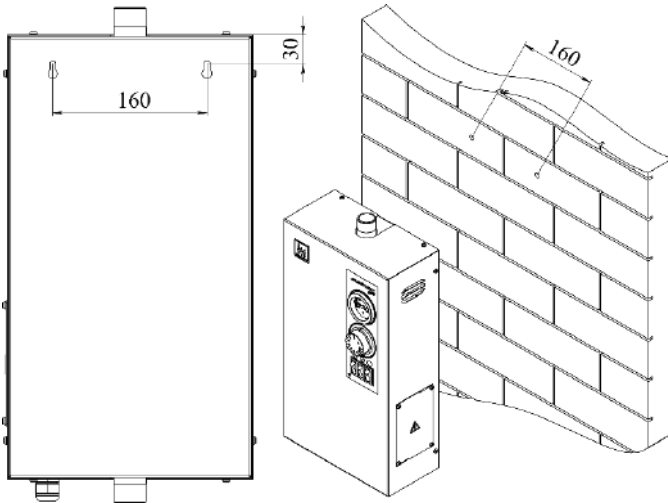
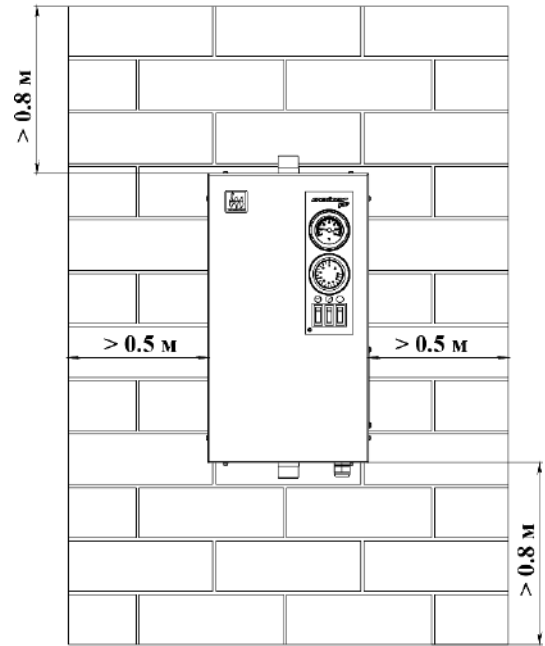

Рис. 4 Способ крепления к стене
Рис. 5 Схема установки электроводонагревателя
• Закрепить электроводонагреватель на вертикальной поверхности в необходимом месте с помощью настенного крепежа (в комплект поставки не входит) как показано на (Рис. 4). При монтаже электроводонагревателя необходимо выдерживать минимальные расстояния до стен, пола и потолка (Рис. 5);